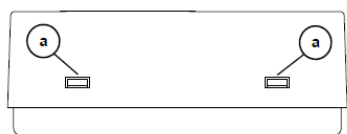
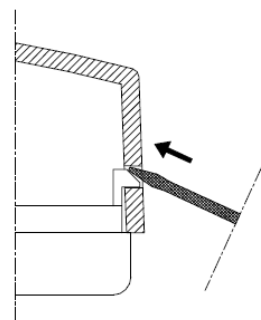

Figure 3 : Position cavalier plastique
Figure 4 : Ouverture avec tournevis
1. Déplacer la calotte plastique en faisant pression vers l'intérieur avec l'aide d'un tournevis (Fig. 4), les deux cavaliers plastiques (a) situés sur un des deux côtés (Fig. 3).
3. Suivre les instructions pour les branchements électriques selon le schéma de la Fig. 4.